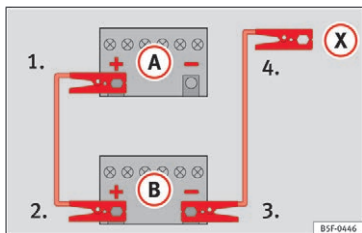

Fig. 86 Tilslutningsdiagram for biler uden start-stop-system
2. Sæt den ene ende af det røde startkabel på pluspolen (+) i bilen med det afladede batteri (A) »» » **Fig. 86**.
3. Sæt den anden ende af det røde startkabel på pluspolen (+) i den bil, der skal give strøm (B).
4. *I biler uden start-stop-system:* Sæt den ene ende af det sorte startkabel på minuspolen (-) på den bil (B), der skal give strøm »» » **Fig. 86**.